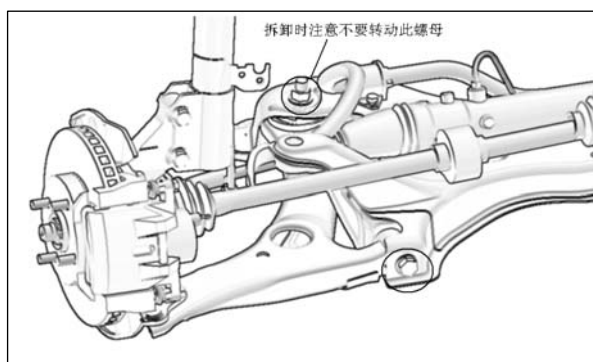

图 5.1—15
③ 拆下2个螺栓和螺母，拆下前悬下摆臂总成，如图 5.1—15 所示。注意不要转动螺母，螺母为锁紧螺母，转动螺母会使其损坏